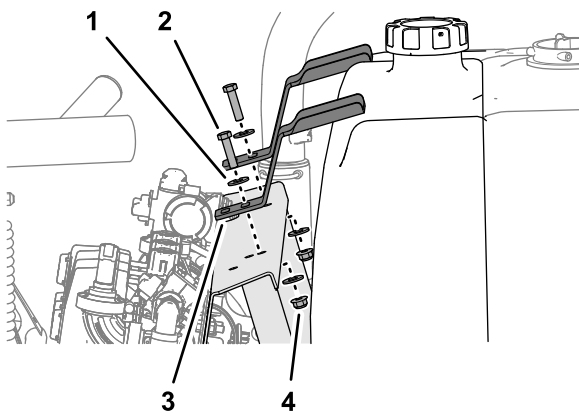

图 4
5. 卸下将冲洗水箱的 2 个压紧装置固定至阀门安装架的 2 个螺栓、4 个垫圈和 2 个凸缘锁紧螺母然后取下压紧装置支架图 4。